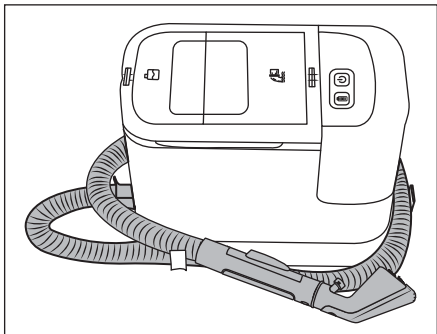

Fig. 10
- ① **Indicación:** (1) Vacíe el depósito de agua limpia 2 si no pretende utilizar el aparato durante un tiempo prolongado. (2) Guarde el aparato exclusivamente en un estado limpio. Para ello, consulte la descripción del capítulo **Limpieza y mantenimiento**.
- ◆ Extraiga el soporte para el tubo 15 del aparato. Coloque el tubo de rociado/aspiración 19 alrededor del aparato y utilice para ello los soportes para el tubo 15/16 (consulte la fig. 10).